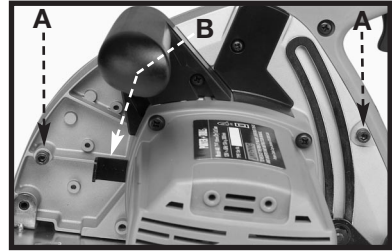

Fig. 7
2. À l'aide de la clé hexagonale fournie, enlevez les deux boulons (A) Fig.7 de fixation du récipient à poussière.
4. Enfoncez le blocage de l'arbre (B) Fig. 7, et faites tourner la lame à la main jusqu'à ce que le verrouillage s'enclenche sur l'arbre.
- Enfoncez le blocage de l'arbre (A) Fig. 7 et faites tourner l'arbre à la main jusqu'à ce que le verrouillage s'enclenche sur l'arbre. Serr fermement le boulon de fixation de l'arbre à l'aide de la clé fournie et relâchez le blocage de l'arbre.
- Levez le levier de blocage de la profondeur de coupe (A) Fig. 7 à l'arrière de la scie.